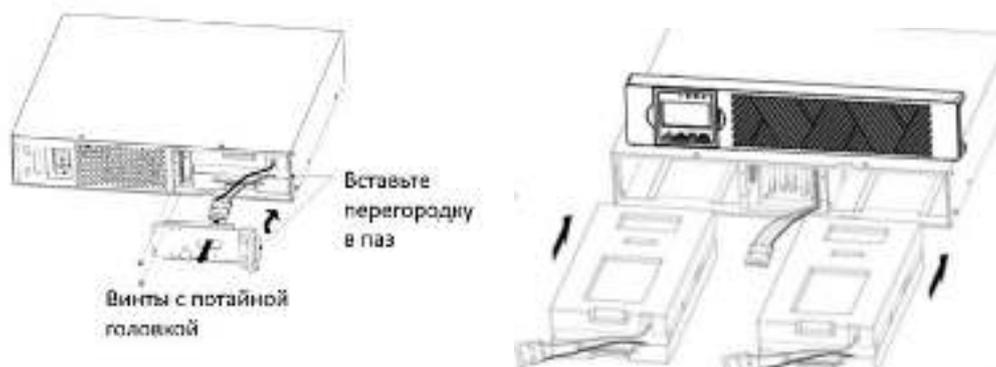

Рисунок 5-1.
2. Отсоедините кабели, соединяющие отсек аккумуляторных батарей и ИБП. Ослабьте винт на перегородке отсека аккумуляторных батарей, как это показано на Рисунок 5-1, затем выньте перегородку слева или справа.